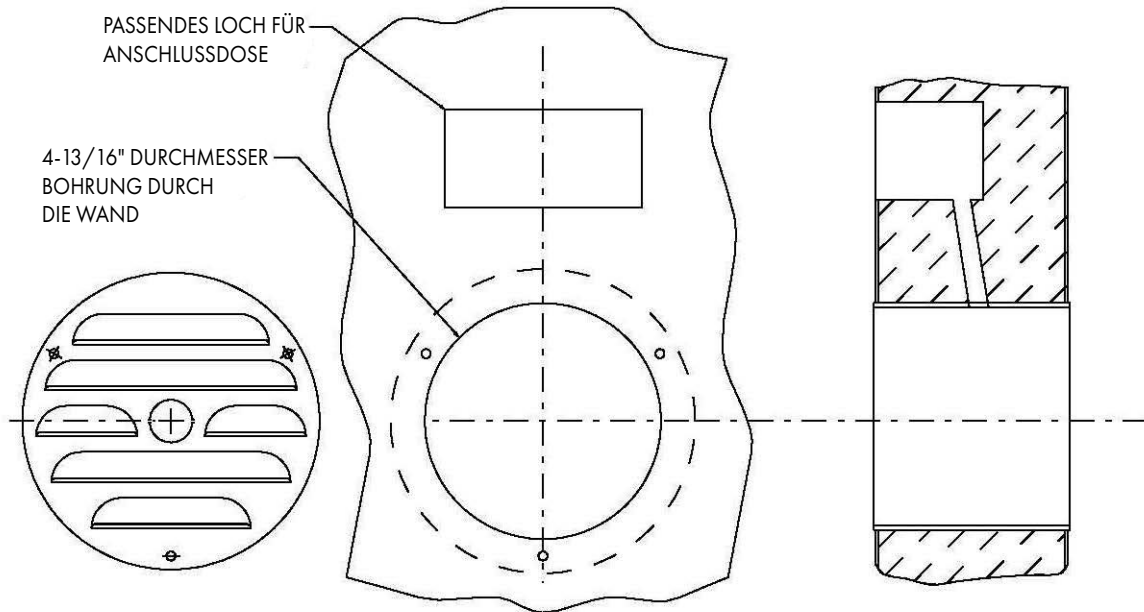

ABBILDUNG 1
- Einen Kreis mit einem Durchmesser von 6-1/16 Zoll an der ausgewählten Stelle markieren und den Mittelpunkt markieren. Damit wird sichergestellt, dass die Lamellenabdeckungen an die gewählte Stelle passen. In der gleichen Mitte ein Loch mit 4-13/16 Zoll Durchmesser durch die Wand schneiden (Abbildung 1).
- Mit der Erdungsschraube der Ventilbaugruppe in der unteren Position, den Lamellendeckel mit den Öffnungen nach unten über die Ventilbaugruppe legen und die Schraubenlöcher in der Lamellenöffnung, der Ventilbaugruppe und der Dichtung ausrichten. Die Teile gegeneinander ausgerichtet halten und die Ventileinheit in die Hülse einführen (Abbildung 1).
- Durch die drei (3) Löcher im Lamellendeckel stechen und 1/8" Löcher für Blechschrauben Nr. 8 bohren. Die drei (3) Schrauben eindrehen. Damit ist die DEA-Montage im Inneren abgeschlossen.
- An der Außenseite (warme Seite) des Kühlgerätes den Lamellendeckel, den Schirm, den Flansch und die Dichtung auf die gleiche Weise wie die Innenteile zusammensetzen und mit drei (3) Schrauben befestigen.